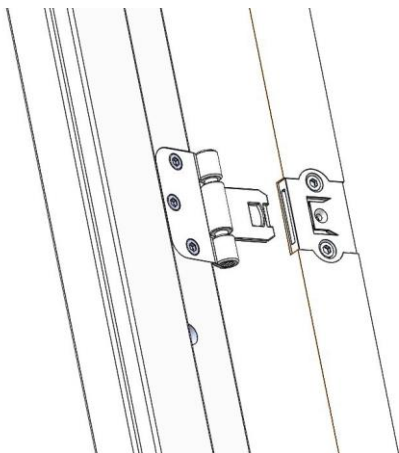

Bild 2
1. Häng på dörrbladet. Karmens gångjärnsdel ska tryckas in under den fjädrande låstungen i dörrens gångjärn (se bild 2).